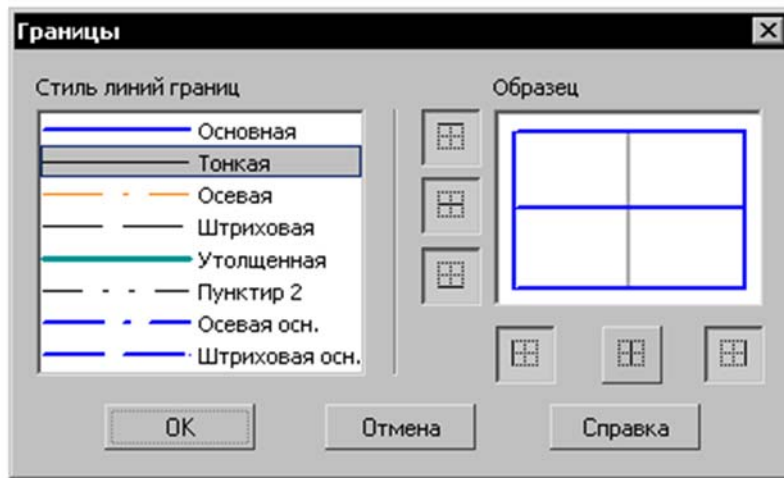

Рис. 167
Управление отображением и стилем линии границ ячеек производится в диалоге настройки границ (рис. 167). Для его вызова служит команда «Границы».
1. Вызвать диалог настройки границ (рис. 167).